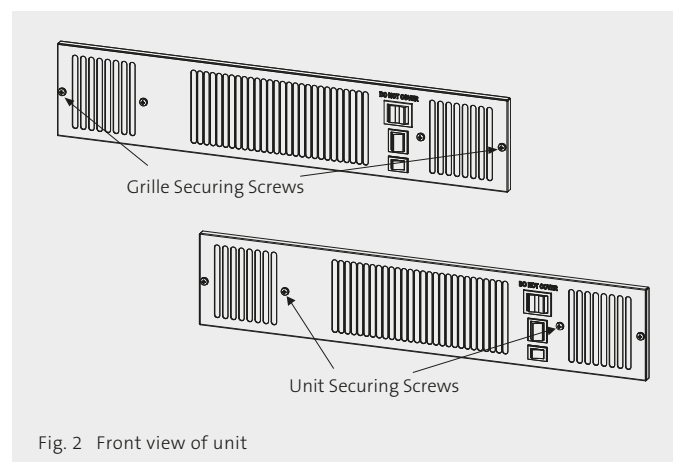

Fig. 2 Front view of unit
- Juster risten, og fastgør den til enheden med de to medfølgende skruer (brug de kortere skruer). (se fig. 2).
- Fastgør enheden/risten til soklen med to medfølgende skruer (brug de længere skruer). (se fig. 2).